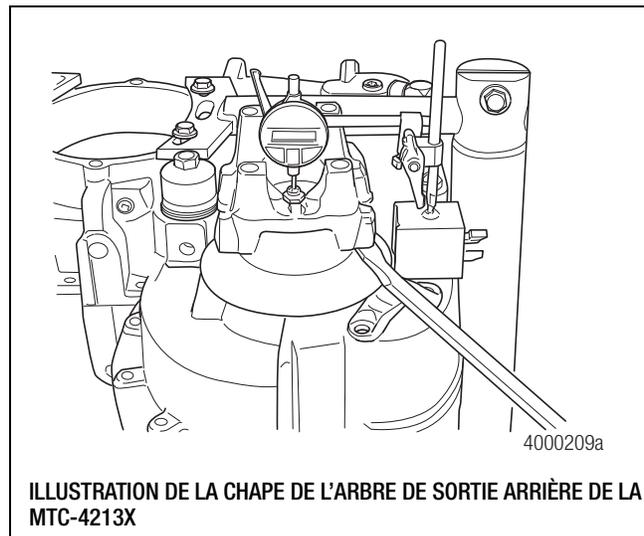

Figure 6.21
- À l'aide d'un comparateur à cadran, contrôler le jeu axial de l'arbre de sortie. Pour une précision accrue, centrer le comparateur à cadran sur l'arbre au moyen d'une bille. Figure 6.21.